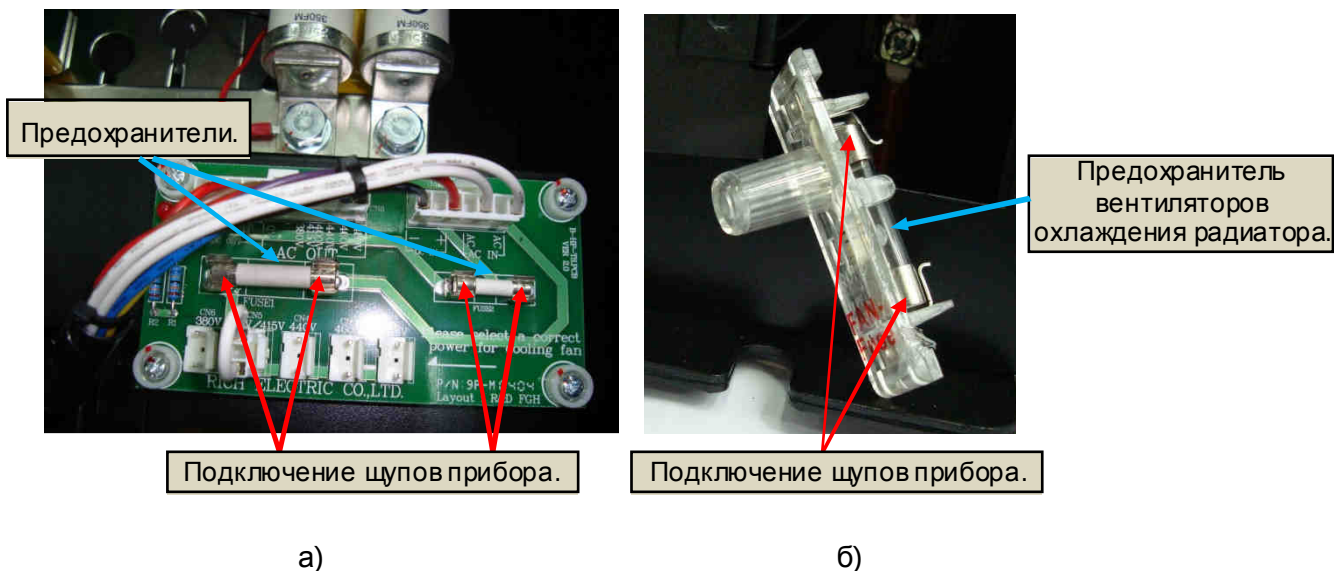

Рис. 4.23. Диагностика предохранителей на плате предохранителей и предохранителя вентиляторов охлаждения радиатора.
4.12.2. Аналогичным образом проверить предохранители на плате предохранителей (рис. 4.23а) и предохранитель вентиляторов охлаждения радиатора (рис. 4.23б) (см. п. 4.15 «Диагностика вентиляторов»). Показания прибора должны соответствовать нулевому сопротивлению (как и при закороченных щупах).
Если индикатор обрыва на держателе предохранителя светится при поданной команде «Пуск», необходимо вынуть держатель с предохранителем из его посадочного места, потянув на себя, и убедиться в его обрыве, подключив мультиметр в режиме измерения сопротивления (см. рис. 4.23б).